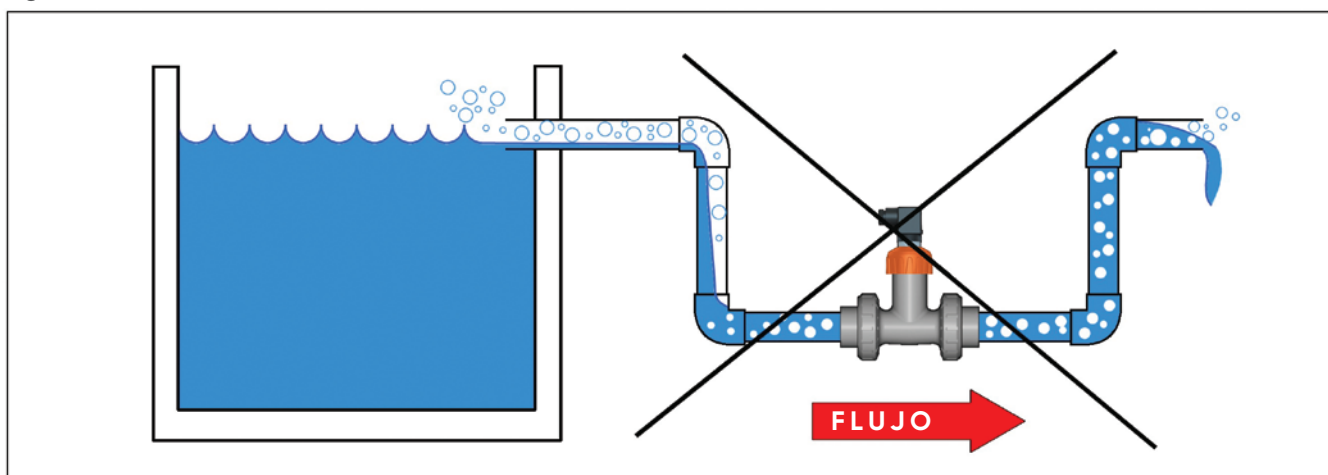

Fig.4
- En sistemas por gravedad, la conexión al tanque debe diseñarse de manera que el nivel no baje de la toma, para evitar que el tubo succione aire del tanque, afectando la calidad de las mediciones proporcionadas por el sensor (**Fig. 4**).